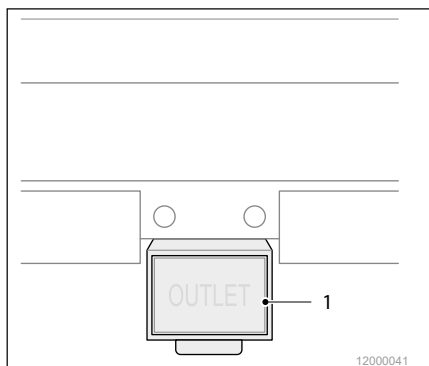

Abb. 32 Auslassklappe Abwasser
2. Öffnen Sie vor Benutzung der Spüle die Klappe (Abb. 32/1).